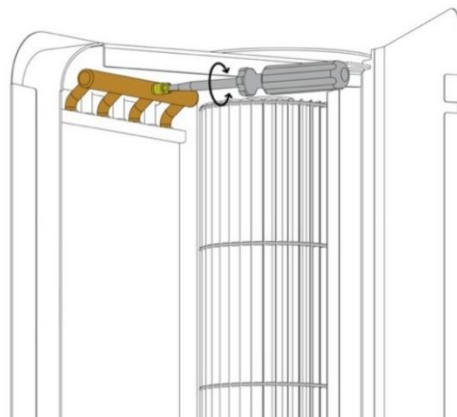

РИС. 17.2 ВСТРОЕННЫЙ КЛАПАН.
1. Рекомендуется использовать воздухоотводчики в самой высокой точке установки. Для вертикальной установки устройства, вентиляция должна осуществляться с помощью встроенного клапана (рис.17.2), при этом защищая другие элементы устройства от затопления.